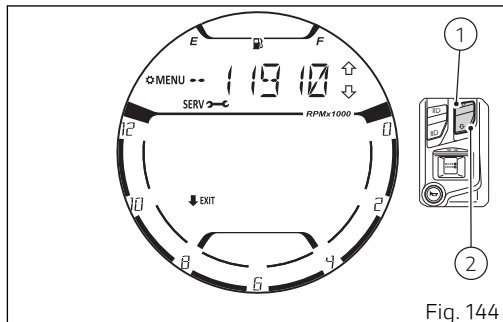
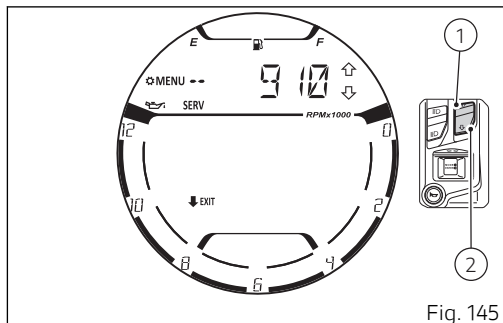
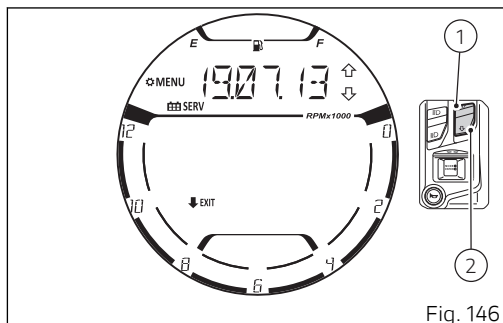

Fig. 144
Fig. 145
Fig. 146
Al acceder a la función el display muestra como primera información la indicación del "Desmo Service" (Fig. 144).
Al presionar el pulsador (1) o el pulsador (2) el salpicadero visualiza en secuencia la información "Oil Service" (Fig. 145), "Annual Service" (Fig. 146) y luego vuelve a visualizar la información del "Desmo Service" (Fig. 144).